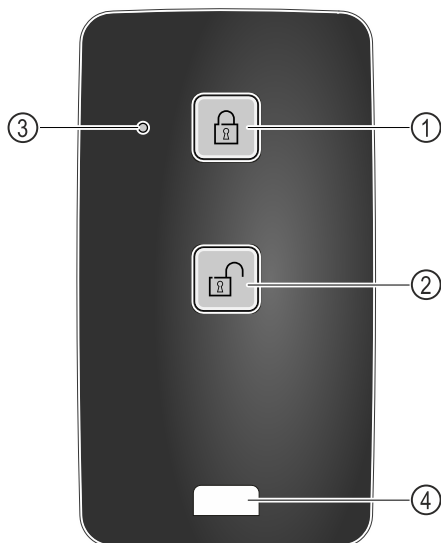

Fig. 210
- ▶ Toets Fig. 210 (1) op de afstandsbediening indrukken.
- ▶ Toets Fig. 210 (2) op de afstandsbediening indrukken.
- ▶ Statusled Fig. 210 (3) geeft bij indrukken van een toets een optische terugmelding.
- ▶ Oog Fig. 210 (4) voor de bevestiging van de afstandsbediening, bijvoorbeeld aan een sleutelbos.